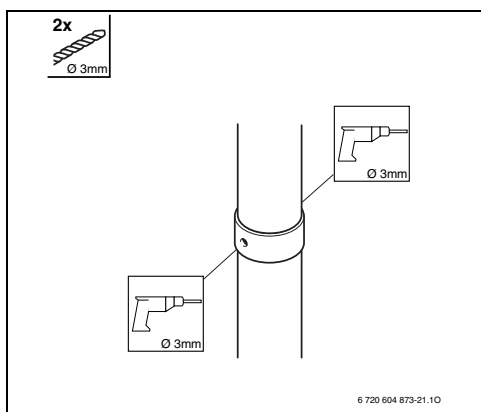

Рис. 37
► Высверлите два отверстия диаметром 3 мм в трубе воздуха горения. Максимальная глубина сверления – 8 мм. Крайне важно, чтобы дымовая труба не была повреждена (Рис. 37).